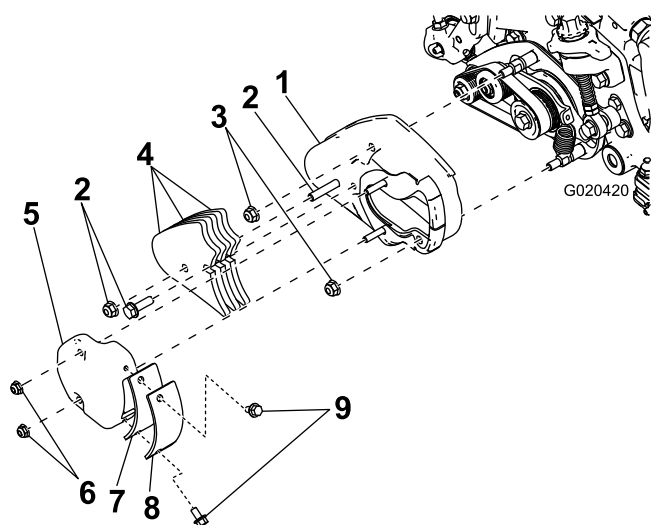

Figura 2
5. Retire os 2 parafusos e porcas que fixam os pesos do rastelo à cobertura da mesma e retire-os (Figura 2).